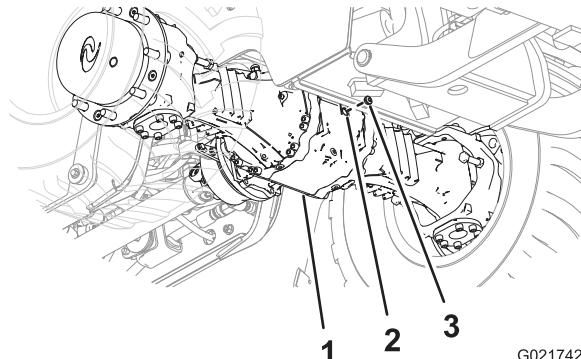
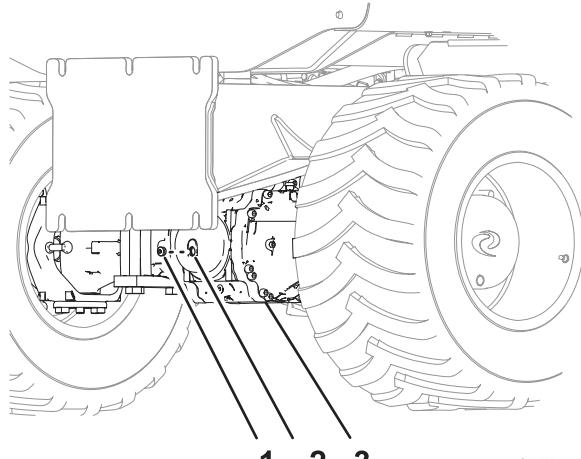

Figure 66
Figure 67
3. Vérifiez par le regard que le niveau d'huile dans le pont atteint le bas du filetage de l'orifice (Figure 66 et Figure 67).
6. Insérez le bouchon dans le regard du logement de pignon du pont (Figure 66 et Figure 67).